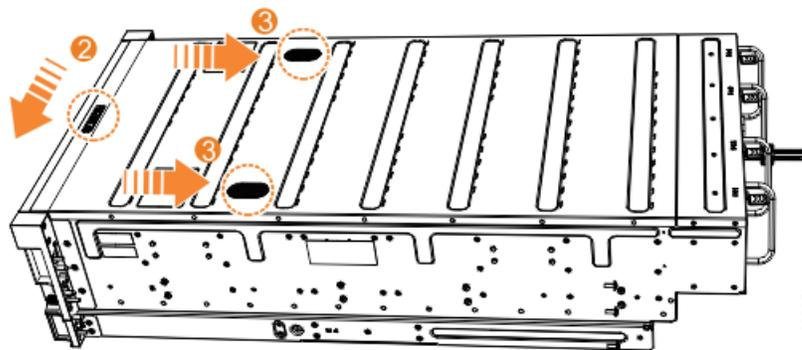

図 36. 上部カバーの再取り付け
2. 57 ページの図 36 に示すように、カバー解放レバー (2) を側面の方へ押します。
3. 57 ページの図 36 に示すように、カバーが止まるまで、エンクロージャーの背面方向へスライドさせます (3)。